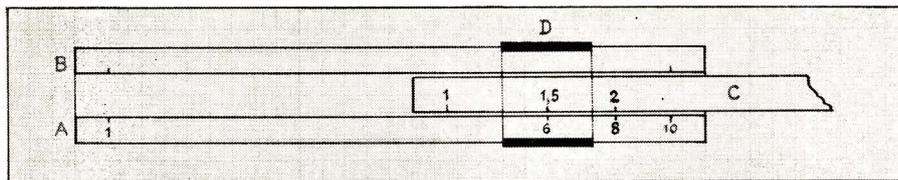

FIG. 1. — Calcul de la résistance ou la capacité résultante de deux résistances en parallèle ou de deux capacités en série.
1. — A l'aide du curseur mobile D, on marque l'une des valeurs (R_1 ou R_2 ; C_1 ou C_2) sur la graduation supérieure de A, en divisant par une puissance appropriée de 10, afin de n'opérer que sur des nombres compris entre 1 et 10 (fig. 1).
1. — Calculer la valeur résultante R de $R_1 = 600 \Omega$ et $R_2 = 200 \Omega$ en parallèle. Divisons 600 par 100 pour obtenir 6 et marquons cette valeur sur A à l'aide du curseur D (fig. 1). Faisons $R_1 + R_2 = 800$, divisons par 100 et notons 8 sur A. Prenons $R_2 = 200/100 = 2$ sur la graduation inférieure de C et amenons 2 en face de 8. Nous lisons le résultat, 1,5, sur la même graduation, en face de 6. Il nous reste à le multiplier par 100 pour obtenir la résistance résultante $R = 150 \Omega$.